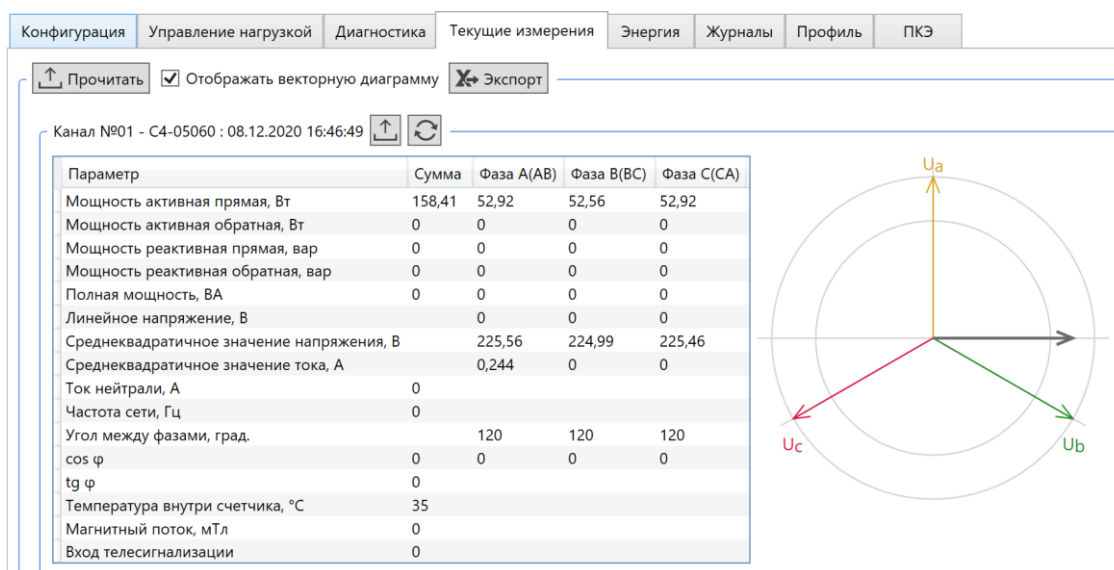

Рисунок 103
- векторную диаграмму (для трехфазных счетчиков) (рисунок 103);